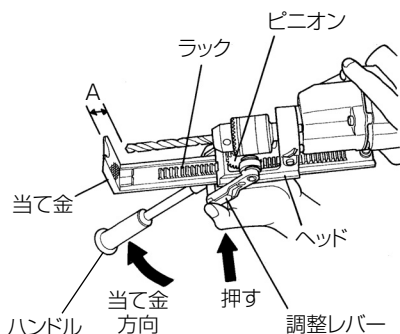

図 11
被加工材の形状および厚さに応じて、錐の刃先と当て金の距離 A（図 11）を調整します。
- (1) 図 11 のように調整レバーを押したまま、ハンドルを当て金方向に移動させ、ラックとピニオンのかみ合いを解除します。（これでヘッドは移動可能になります。）
- (2) 被加工材に合わせて、錐の刃先と当て金の距離 A を調整します。